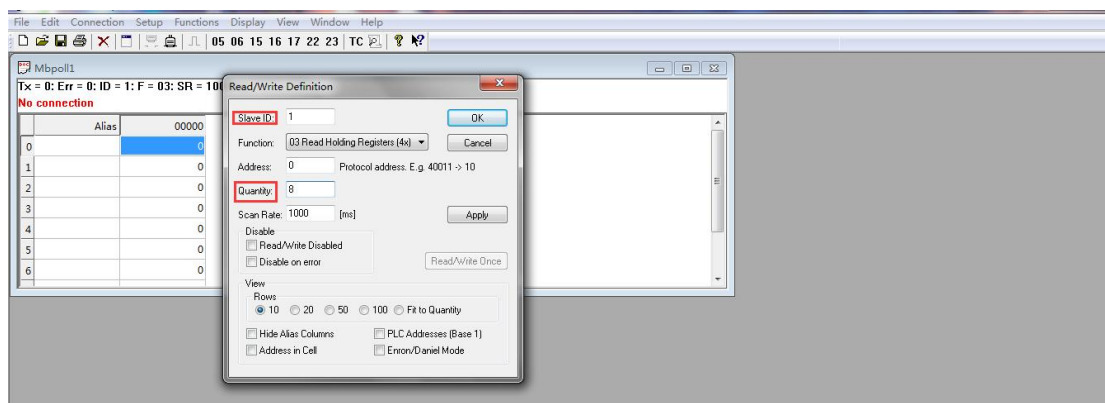

图 3
4. 根据图 3 修改，slave ID 为主机地址，应与 CT01 地址一致才能通信（CT01 地址通过拨码开关设置）；quantity 为寄存器数量，CT01 寄存器数为 9 个，修改完后点击“OK”